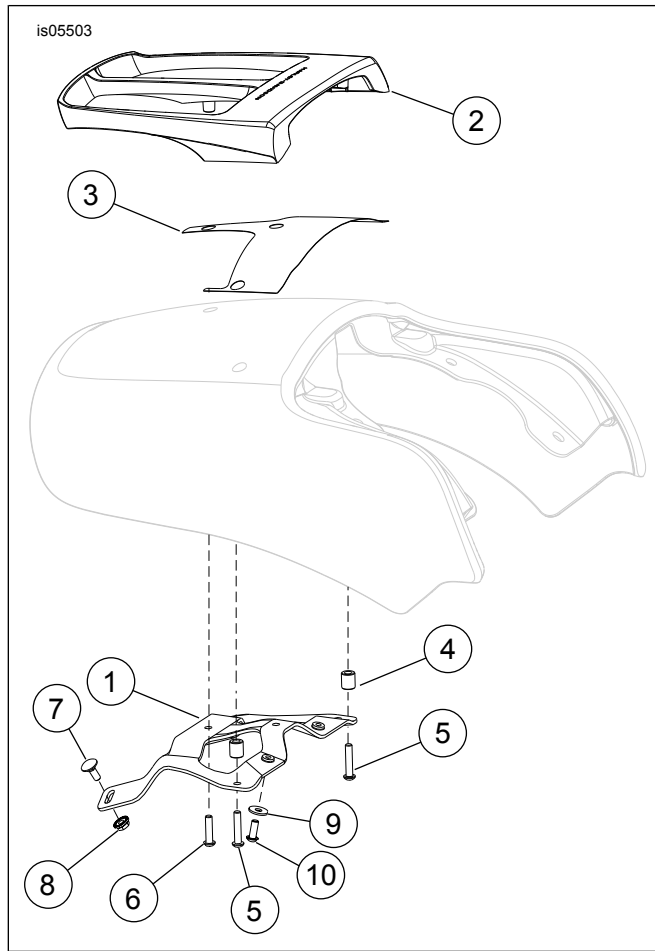

Figure 5. Pièces de rechange : Porte-bagage VRSCF
Voir Figure 5 et Tableau 1.
5. Voir Figure 5. Retirer le ruban protecteur des trous et mettre le ruban protecteur (3) sur la surface peinte en utilisant les trous percés pour l'alignement.
7. Voir Figure 5. Introduire les entretoises (4) dans les emplacements de montage avant du garde-boue.
8. Aligner le support de porte-bagage (1) avec les entretoises. Installer les vis (6) et serrer à la main.
9. Installer les deux vis (5) dans les emplacements de montage avant et serrer à la main.
14. Voir Figure 5. Introduire deux vis (10) et rondelles plates (9) dans les trous du logement de siège et dans les écrous à souder sur l'attache de support de porte-bagage (1). Serrer à la main.
17. Voir Figure 5. Serrer les écrous (8) et les vis (10) au couple de 7–9 N·m (62–80 in-lbs).